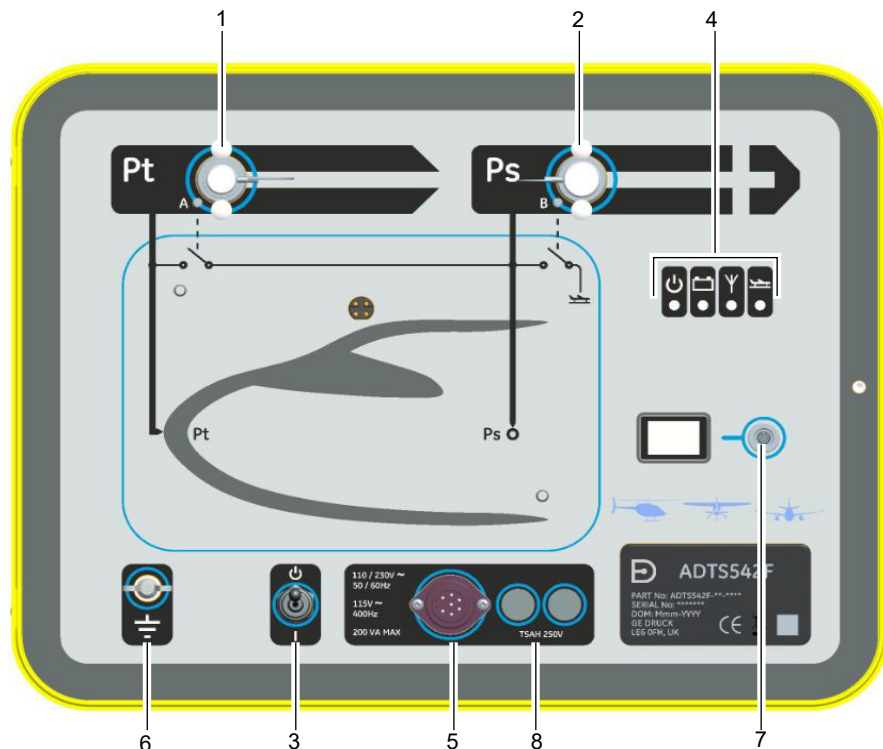

Figure 6 : Face avant de l'ADTS542F
Les deux fusibles à haut pouvoir de coupure (8 - voir Figure 6), situés dans les supports et montés en face avant, protègent l'appareil. Les fusibles, raccordés au circuit d'alimentation sous tension et neutre, sont calibrés à : T5AH 250 V.
3.1 Test à la mise sous tension (voir Figure 6)